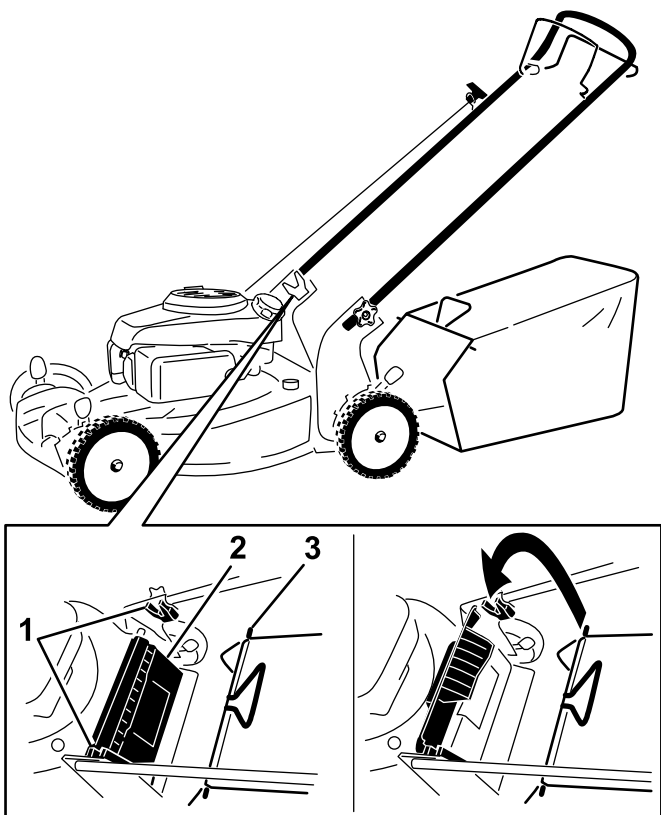

Figure 12
1. Soulevez le déflecteur arrière et maintenez-le dans cette position (Figure 12).
2. Montez le bac à herbe en veillant à placer les ergots dans les crans du guidon (Figure 12).